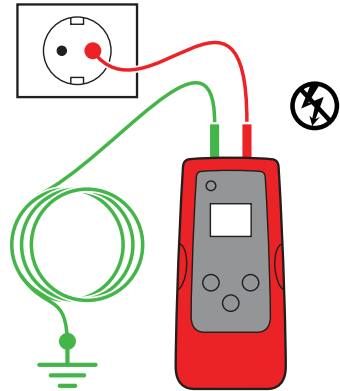

Abbildung 3.3a
**ACHTUNG:** Aus Sicherheitsgründen ist dies nur bei spannungslosen Schaltungen erlaubt. (Siehe Abbildung 3.3a.) Verwenden Sie kein Massekabel, das parallel zum zu verfolgenden Kabel verläuft – dadurch würde das Verfolgungssignal geschwächt oder gänzlich ausgelöscht.